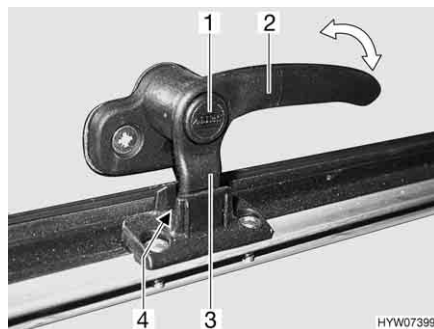

Fig. 65 Leva di serraggio (posizione "Aerazione continua")
- In posizione di "Aerazione continua" (Fig. 65)
- Premere il bottone di sicurezza (Fig. 65,1) e mantenerlo premuto.
- Ruotare la leva di serraggio (Fig. 65,3) di un quarto di giro verso il centro della finestra.
- Girare nuovamente all'indietro la leva di serraggio. Riportare contemporaneamente il nasello di chiusura (Fig. 65,3) della leva di serraggio nella rientranza della chiusura della finestra (Fig. 65,4).
- Rilasciare il bottone di sicurezza (Fig. 65,1).